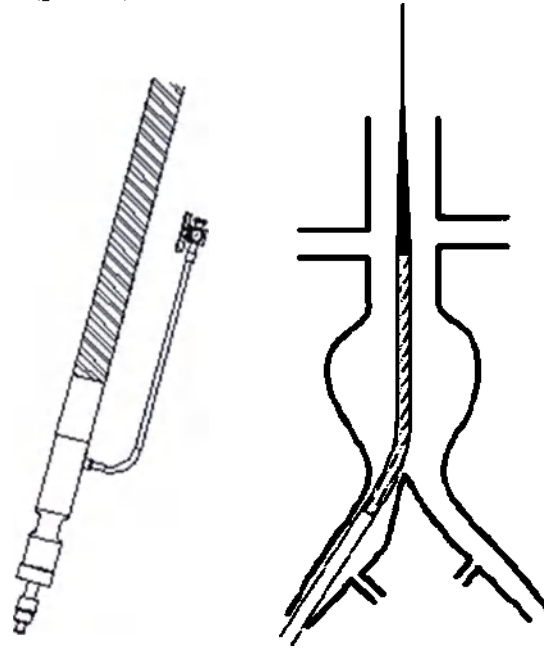

Рис. 5. Введение системы доставки.
- Подведите систему доставки по проводнику к брюшной аневризме, при этом следите, чтобы гемостатический клапан всегда находился на противоположной стороне тела пациента (рис. 5)